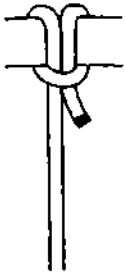
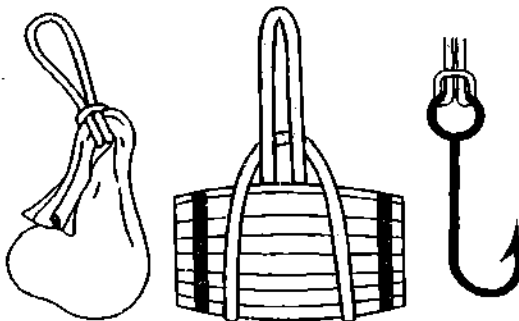

Рис. 586. *Коровий узел* предназначен для небольших нагрузок. Верёвка привязана к опоре одним концом.
Рис. 587. *Глухая петля* — *коровий узел*, у которого задействованы в работе оба конца. В таком виде узел способен выдержать очень большую нагрузку.
*Коровий узел*, как и *выбленочный*, состоит всего лишь из двух полуштыков (рис. 586). Он прост и многофункционален. *Коровий узел* является и узлом для крепления верёвки к опоре и затягивающейся петлёй. Если у узла в работе используется один коренной конец, то узел называется *коровьим*, а если оба — *глухая (мёртвая) петля* (рис. 587). Второе название узлу дано не случайно — если тянуть за два конца, *коровий узел* держит мёртвой хваткой.
Однажды одна пожилая женщина попросила меня помочь ей вытащить из погреба шесть мешков с картошкой. Она дала мне вдвое сложенную тесьму, а сама спустилась в погреб, чтобы привязывать тесьму к мешкам. Мне стало интересно – каким же узлом она будет привязывать верёвку к мешку? Но её узел оказался наипростейшим и очень скоростным. С помощью **глухой петли** и вдвое сложенной тесьмы за одну минуту из погреба было извлечено шесть мешков картошки. На горловину мешка **мёртвая петля** быстро набрасывается и при натяжении верёвки моментально схватывает, а при ослаблении без труда снимается (рис. 587).